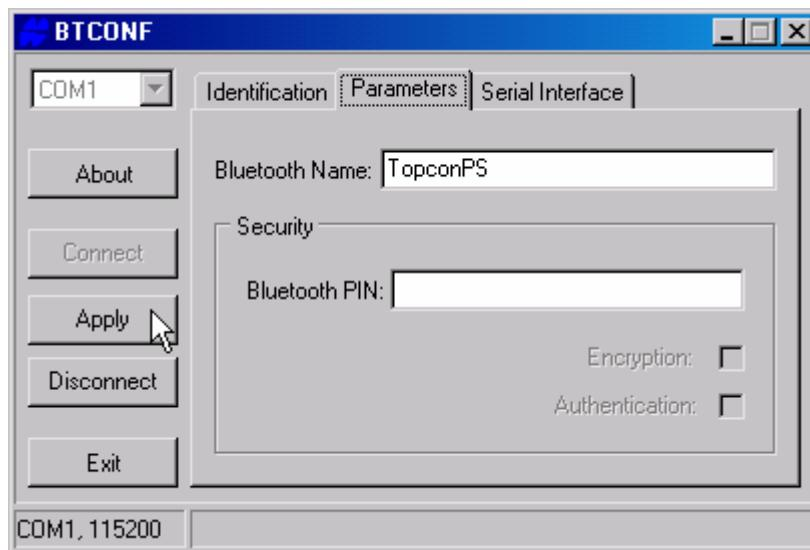

Рисунок 2-33. BTCONF. Вкладка Параметры
5. Выберите вкладку *Parameters* (*Параметры*) (см. рис. 2-33 на стр. 2-44). На ней можно установить идентификатор (название) модуля. В области *Security* (*Безопасность*) устанавливаются параметры защиты от несанкционированного доступа.
6. Введите уникальное название модуля Bluetooth длиной до 14 символов (см. рис. 2-33) и щелкните на кнопке *Apply* (*Применить*).